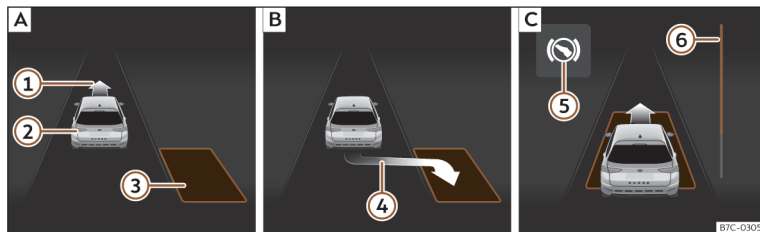
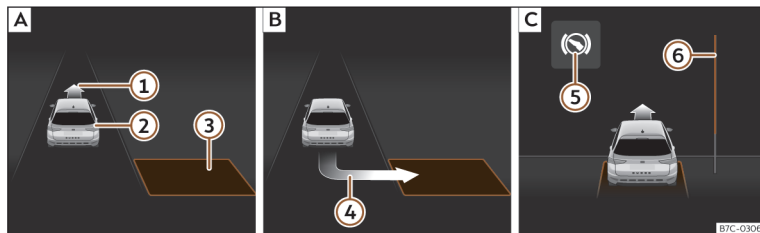

Fig. 173 En la pantalla del cuadro de instrumentos: aparcar en línea. **[A]** Buscar un hueco de aparcamiento. **[B]** Posición para aparcar. **[C]** Maniobrar.
Fig. 174 En la pantalla del cuadro de instrumentos: aparcar en batería. **[A]** Buscar un hueco de aparcamiento. **[B]** Posición para aparcar. **[C]** Maniobrar.
- Mire en la visualización de la pantalla del cuadro de instrumentos si se ha detectado el hueco como “apropiado” y si ha alcanzado la posición correcta para aparcarse» fig. 173 **[B]** o» fig. 174 **[B]**. El hueco habrá sido conside-
- Retroceda hasta que suene la señal continua del ParkPilot; **O BIEN:** retroceda hasta que en la pantalla del cuadro de instrumentos aparezca la indicación de dar marcha adelante»» fig. 173 [C] o»» fig. 174 [C]; **O BIEN:** retroceda hasta que en la pantalla del cuadro de instrumentos aparezca el mensaje **Park Assist finalizado**. La barra de progreso ⑥ indica la distancia que hay que recorrer»» pág. 279.
- Pise el pedal del freno hasta que el sistema de aparcamiento asistido termine de realizar los giros del volante; **O BIEN:** hasta que se apague el símbolo ⑤ en la pantalla del cuadro de instrumentos.
- Dé marcha adelante hasta que suene la señal continua del ParkPilot; **O BIEN:** dé marcha adelante hasta que en la pantalla del cuadro de instrumentos aparezca la indicación de dar marcha atrás. El sistema de aparcamiento asistido dirige el vehículo marcha adelante y marcha atrás hasta centrarlo en el hueco»» fig. 173 [C] o»» fig. 174 [C].
La barra de progreso »» fig. 173 ⑥ y»» fig. 174 ⑥ muestra simbólicamente en la pantalla del cuadro de instrumentos la distancia relativa que aún queda por recorrer. Cuanto mayor es la distancia, más llena está la barra de progreso. Al circular marcha adelante, el contenido de la barra de progreso disminuye hacia arriba, y al circular marcha atrás, disminuye hacia abajo.